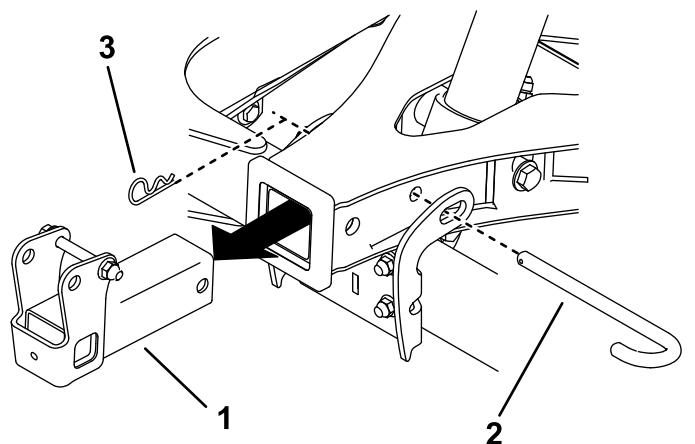

Figure 23
7. Déposez la goupille d'attelage, la goupille fendue et le dispositif d'attelage de l'accouplement en A. Installez la goupille d'attelage et la goupille fendue pour fixer l'accouplement en A (Figure 23).